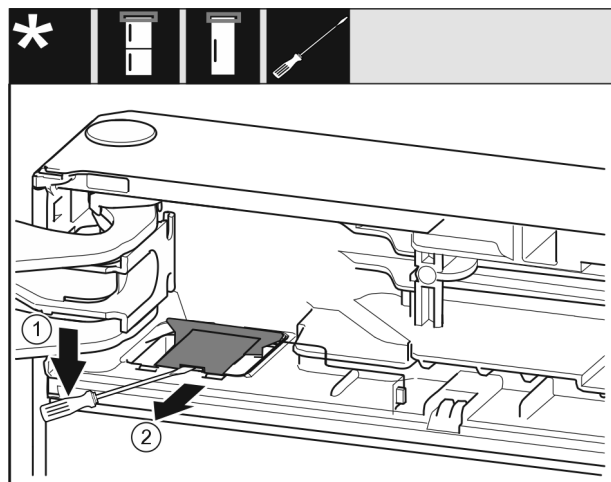

Fig. 11
- Afhægt afdækningen Fig. 11 (1) med en kærnskruetrækker.
- Tag afdækningen Fig. 11 (2) ud.